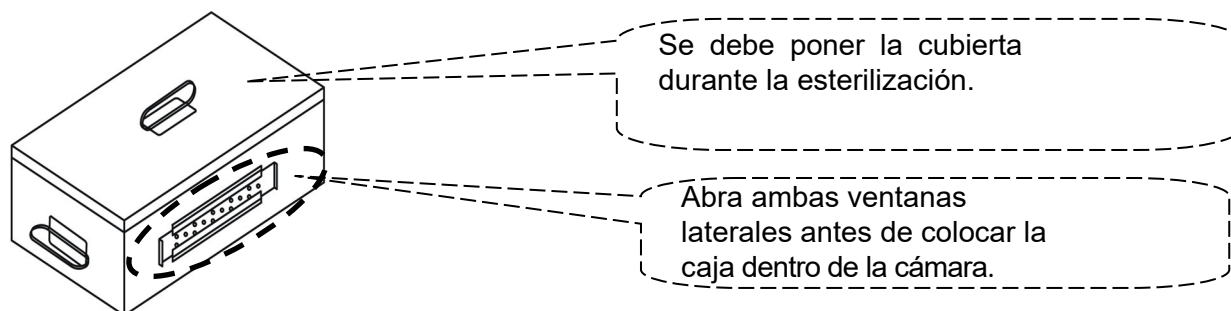

Figura 38
- D. Coloque los artículos que va a esterilizar y las tiras indicadoras de esterilización (o indicador biológico) dentro de la caja según lo requerido. Recuerde abrir el lado de la ventana antes de colocar la caja en el esterilizador según indica la Figura 38.